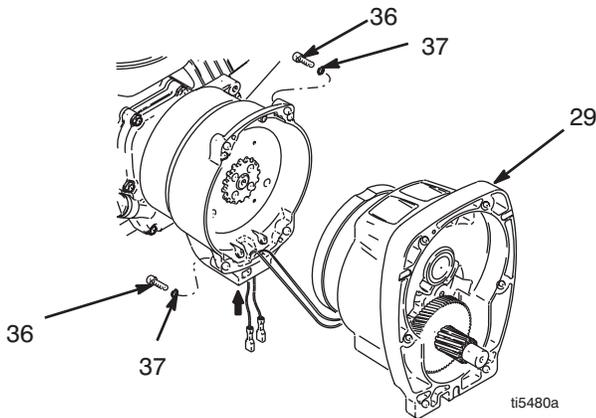
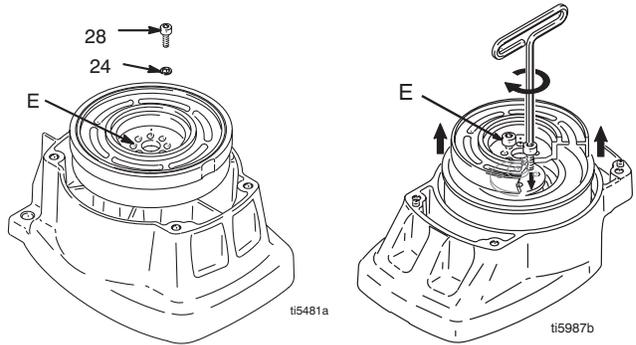

图 4
图 5
2. 图 4. 从压力控制器内断开离合器的电缆连接器。
- a. 卸下 2 个螺钉 (71) 并翻下盖子 (130a)。
3. 图 4. 卸下四个螺钉 (36) 和小齿轮组件 (29)。
4. 图 5. 将小齿轮组件 (29) 放在工作台上, 转子端朝上。
5. 卸下四个螺钉 (28) 和防松垫圈 (24)。将两个螺钉旋入转子的螺孔 (E) 内。交替拧紧螺钉直至转子脱出。
9. 图 5. 将小齿轮组件放在工作台上, 转子端朝上。
10. 将 Locktite 涂抹到螺钉上。装上四个螺钉 (28) 和防松垫圈 (24)。用 125 磅英寸的扭力交替拧紧螺钉直到转子固定。利用螺孔来稳住转子。
11. 图 4. 用 4 个螺钉 (36) 和垫圈 (37) 装上小齿轮组件 (29)。